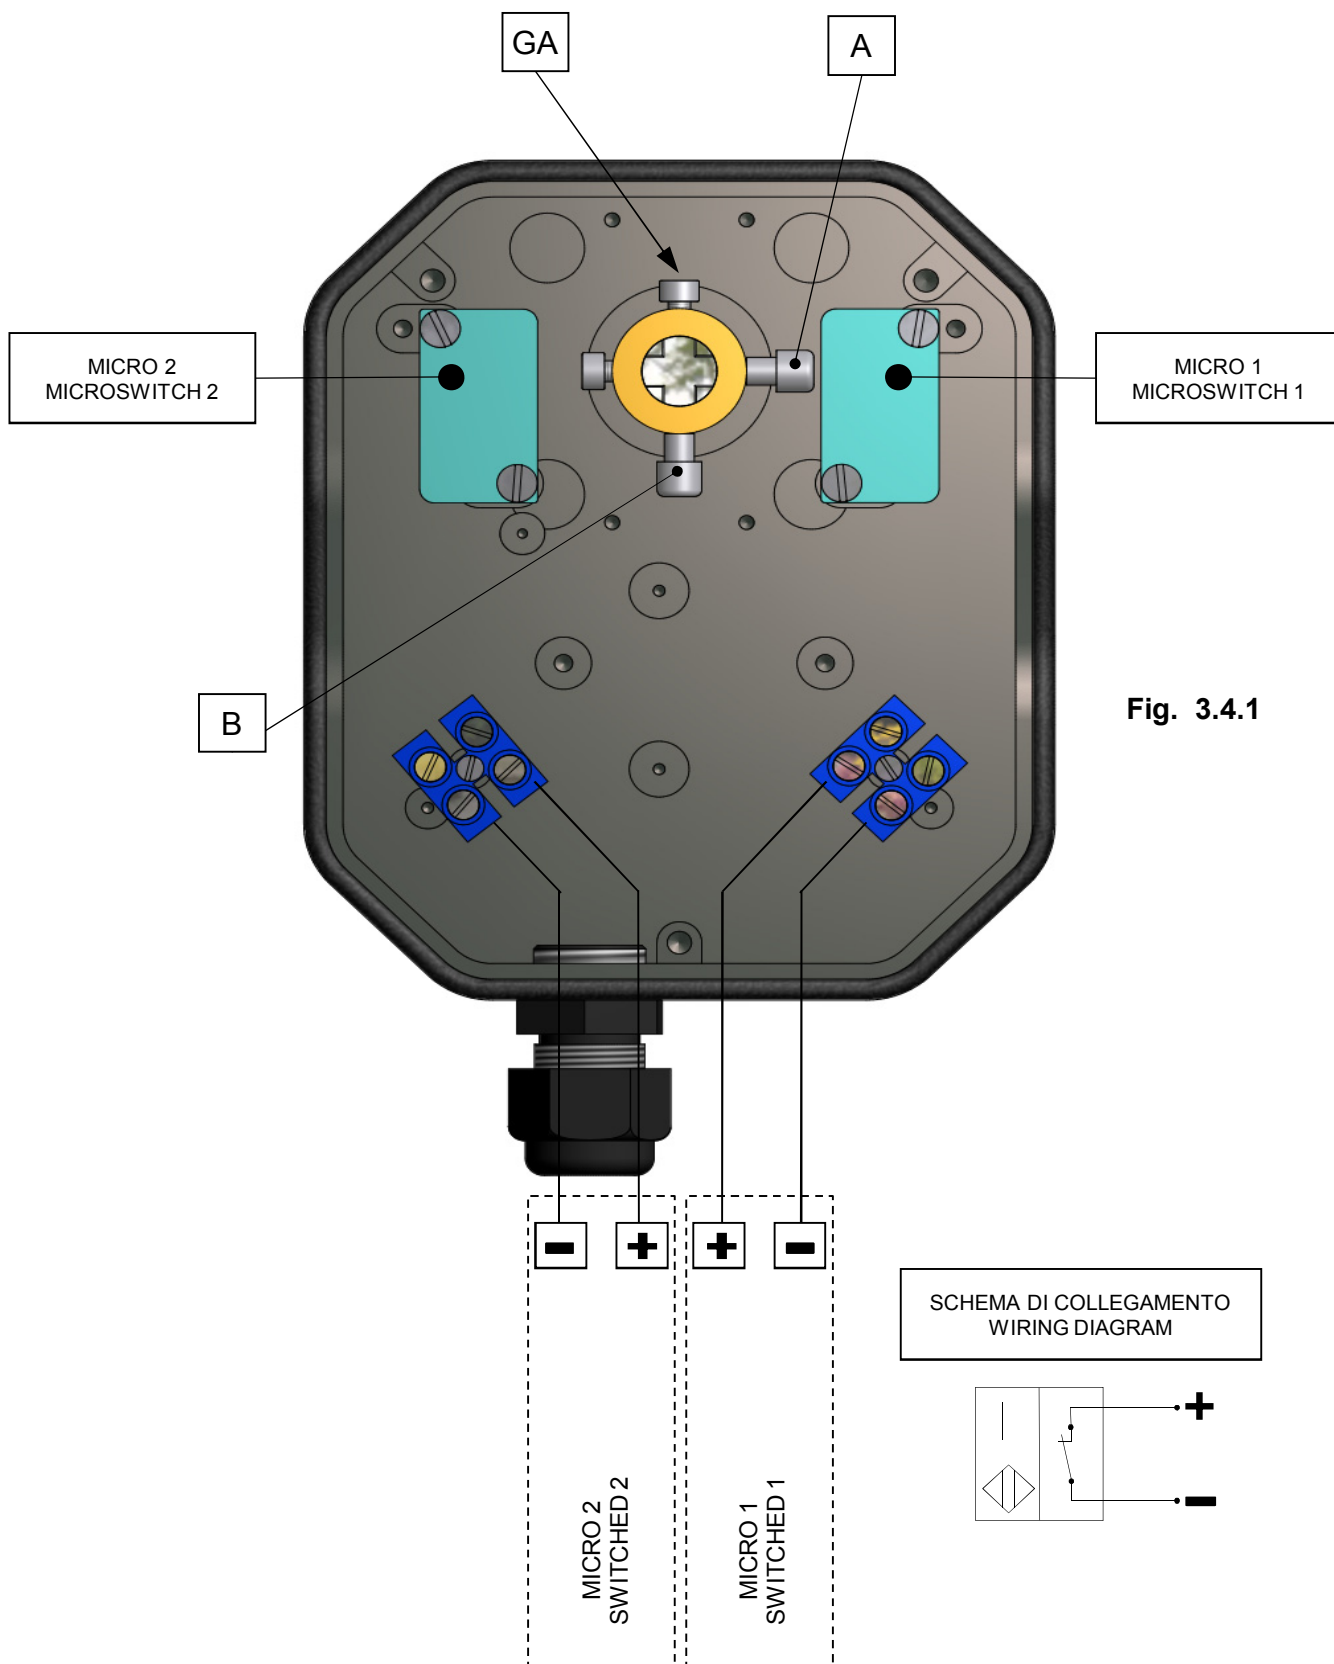

Fig. 3.4.1
- Eseguire i collegamenti elettrici come in Fig. 3.4.1
- Svitare la vite "GA" della camma "A" Fig. 3.4.1
- Carry out the electric connection as per Fig. 3.4.1.
- Unscrew the screw "GA" of the cam "A" Fig.3.4.1